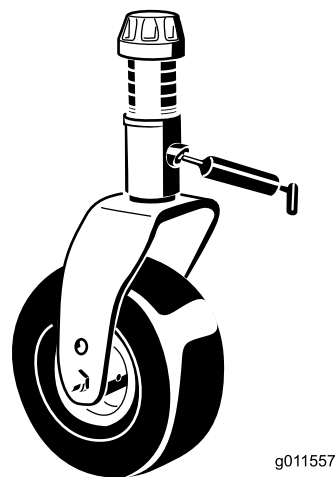

Figura 22
Eje de la rueda giratoria (2) (Figura 22)